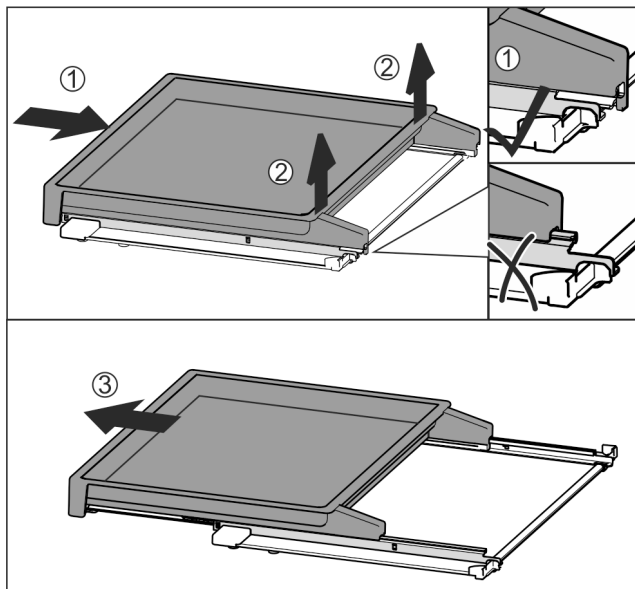

Fig. 108
- ▶ Вставить вытяжную панель полностью Fig. 108 (1).
- ▶ Отпустить фиксацию на задней стороне Fig. 108 (2).
- ▶ Извлеките вытяжную панель движением вперед Fig. 108 (3).